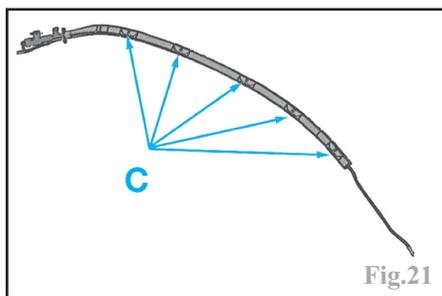

Fig.21
Décliper les agrafes en (C) et déposer l'airbag latéral (Fig.21)